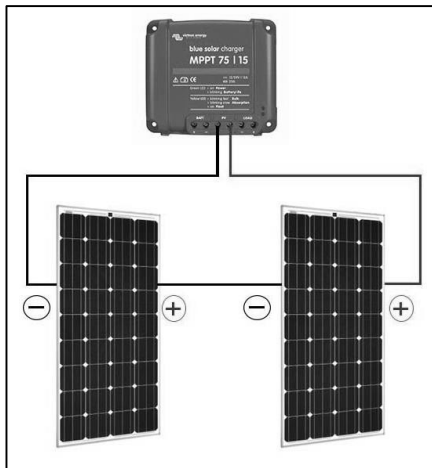

Figure 1
- en série (figure 1) : les tensions des modules OPV s'additionnent et le courant, identique dans les tous les modules, est égal à celui généré par un seul module. Il est donc plus faible, ce qui permet de diminuer la taille (section) des conducteurs électriques, donc leur rigidité ;